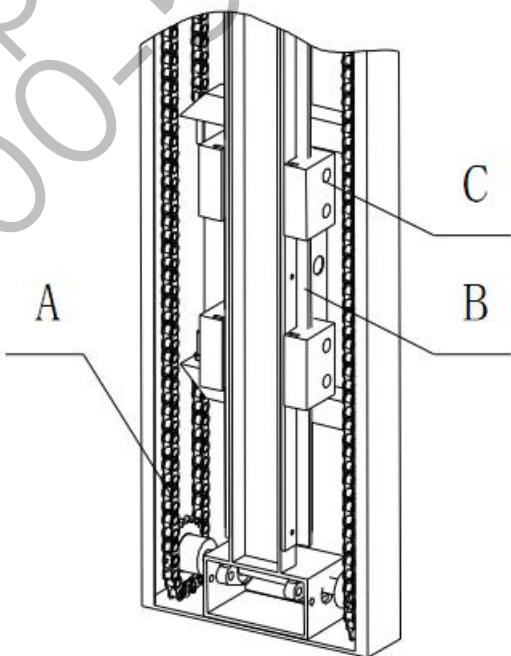

Рис. 5-1
1.1 Откройте крышку двигателя, осторожно смажьте звездочку цепной передачи А и цепной привод смазкой (Рис. 5-1) (рекомендуется проводить смазку каждые три месяца).
1.2 Смажьте направляющую подъемного устройства В (отрезок хода скольжения С) смазкой (Рис. 5-1) (рекомендуется проводить смазку каждый месяц)